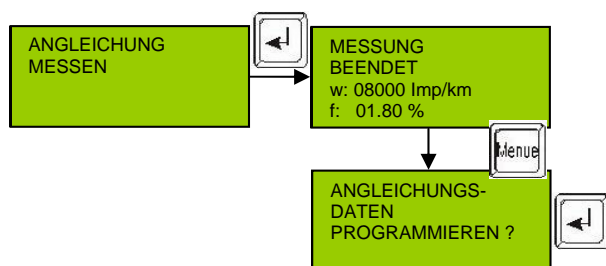

ABBILDUNG 13.3-7 : DATEN PROGRAMMIEREN
- Bei Fahrtenschreibern des Typs DTCO 1381, SE 5000, SmarTach, EFAS-3, FTCO 1319, MTCO 1324, TVI 2400 wird die Wegimpulszahl über die Schnittstelle automatisch vom Prüfsystem als Fahrtenschreiberkonstante programmiert (siehe Abbildung 13.3-7 : Daten programmieren).